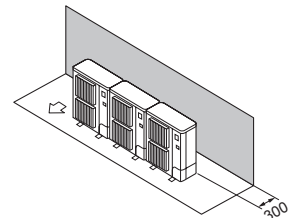

Fig. 2-13
- ① Εμπόδια στην πίσω πλευρά μόνο (Fig. 2-13)